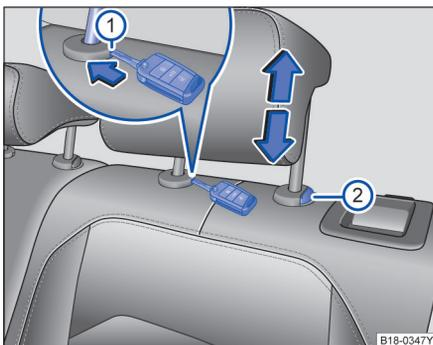

图 70 拆卸和安装后排头枕
- 将打开的车辆钥匙头插入护套的槽内→图 70 ①。
- 同时按压按钮②，另一人将头枕完全拔出。